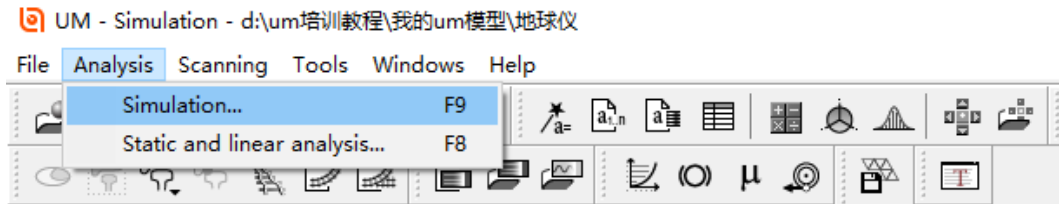

图 2-40
- 1) 选择主菜单 **Analysis** → **Simulation**，弹出仿真控制面板，如图 2-40。